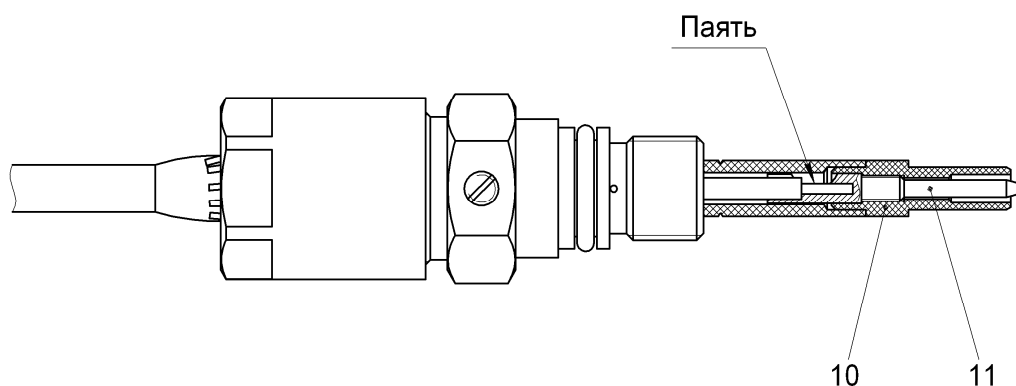

Рисунок 5
5.12 Установить на контакт изолятор 10, затем извлечь из проточки корпуса втулку 9 и вывернуть ее по резьбе из корпуса до упора в изолятор 10 (см. рис. 5).